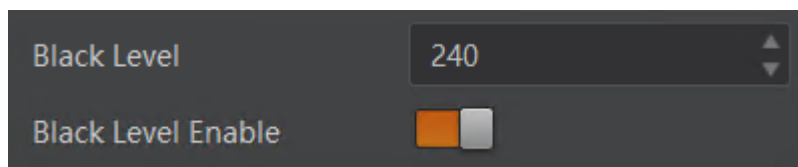

图7-27 黑电平设置
2. 在 *Black Level* 参数中输入需要设置的数值，如图 7-27 所示。